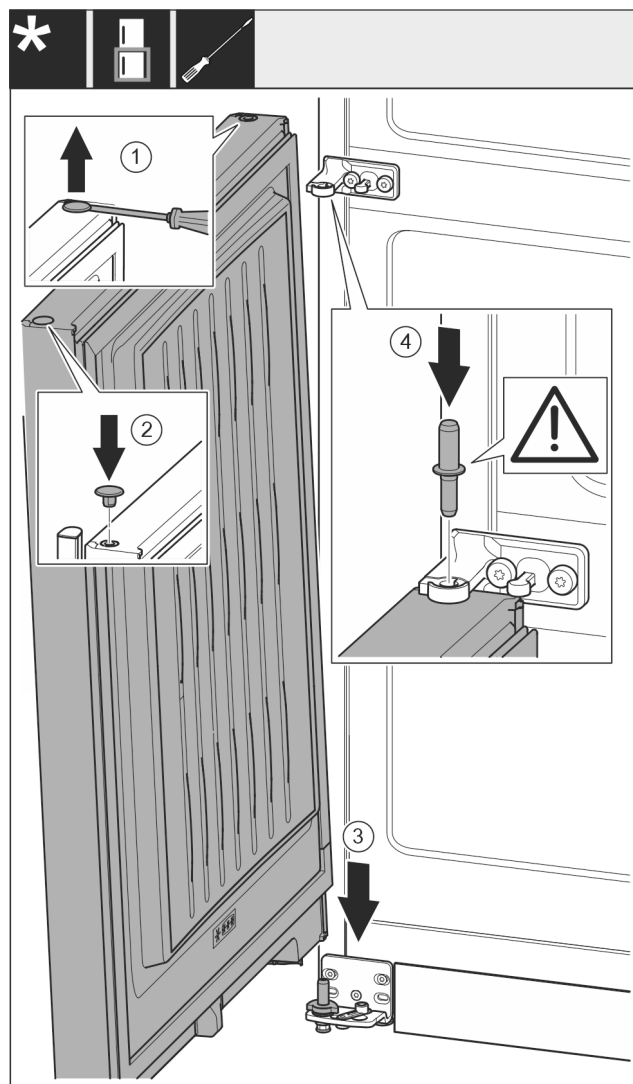

Fig. 56
- ▶ Zátku Fig. 56 (1) opatrně nadzvedněte plochým šroubovákem a vytáhněte.
- ▶ Zátku Fig. 56 (2) opět vložte na druhé straně dveří.
- ▶ Dveře Fig. 56 (3) nasad'te shora na dolní ložiskový čep.
- ▶ Prostřední ložiskový čep Fig. 56 (4) vložte do dolních dveří přes prostřední stojan ložiska. Přitom dávejte pozor, aby zajišťovací vačka směřovala dozadu.